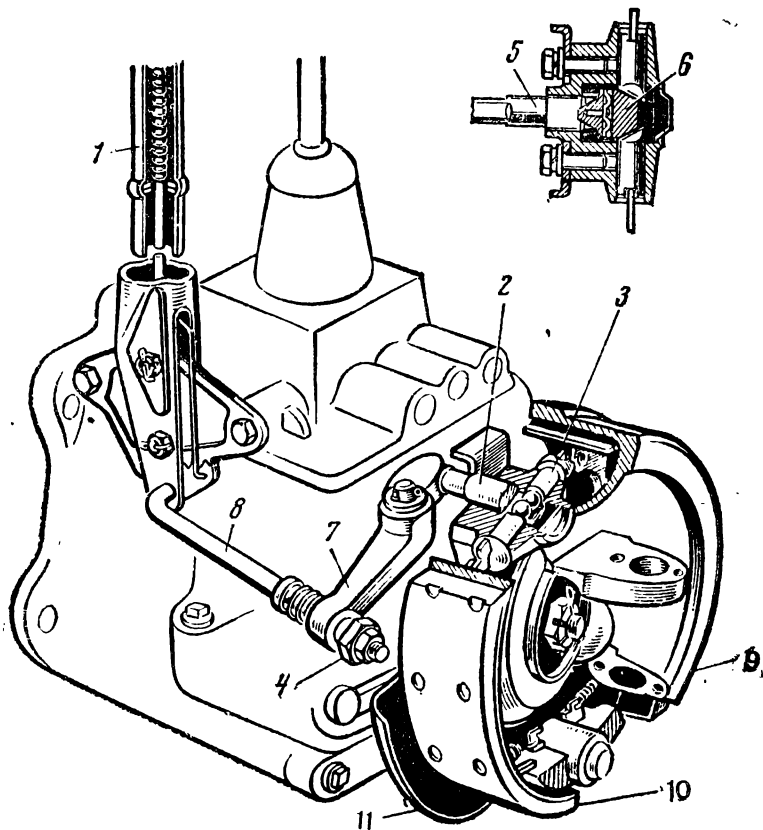

Рис. 56
Задание 124. I. Какой тормоз изображен на рис. 56? На каком из автомобилей (ГАЗ-53А или ЗИЛ-130) он устанавливается?
II. Какие детали стояночного тормоза (рис. 56) относятся к его приводу?
III. Какие детали (рис. 56) относятся к механизму стояночного тормоза?
IV. Какими цифрами (рис. 56) обозначены рычаг стояночного тормоза, тяга, приводной рычаг, разжимной стержень, разжимное устройство и регулировочная гайка?
VI. Как осуществляется передача тормозного момента на трансмиссию автомобиля (рис. 56) при торможении стояночным тормозом трансмиссионного типа?
1. Тормозной барабан 9 крепится непосредственно к фланцу вторичного вала коробки передач (на рис. 56 видна гайка крепления фланца). Таким образом, барабан вращается заодно со вторичным и карданным валами и при торможении действует непосредственно через остальные механизмы трансмиссии. 2. Стояночный тормоз трансмиссионного типа действует непосредственно на ленте колеса и через приводные валы в главную передачу на карданные валы.
VII. В каком из ответов наиболее точно дано определение, как работает стояночный тормоз (рис. 56) автомобиля ГАЗ-53А?
VIII. Какой механизм вынесен отдельно на рис. 56? Назовите детали, обозначенные цифрами 5 и 6.